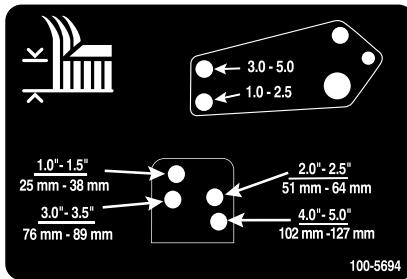

Figura 29
- Allineate i fori dei tiranti di smorzamento con i fori della staffa per l'altezza di taglio desiderata sul telaio del piatto di taglio, inserite i perni con testa e montate le coppiglie (Figura 29).